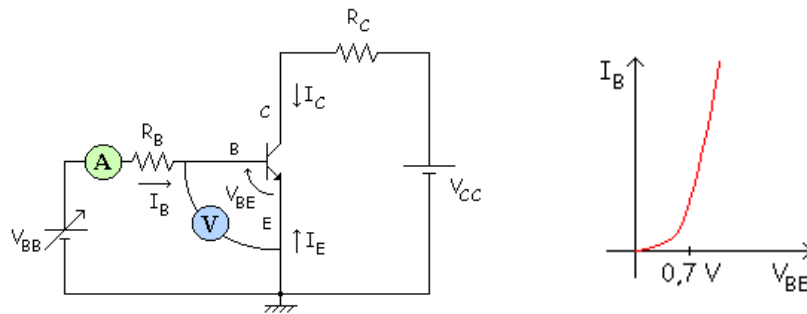

Figura 01. Circuito para hallar la curva característica de entrada del BJT.
**5.1 Curva característica de entrada del BJT.-** Simular el circuito de la figura 01 en Proteus, armar el circuito en protoboard,  $R_B = 16\text{ k}\Omega$ , y  $R_C = 1\text{ k}\Omega$ .  $V_{BB}$  deberá variar desde 0.2 a 3 Voltios en pasos de 0.2 V,  $V_{CC} = 10\text{V}$ . Para cada paso, se deberá anotar los valores de  $I_B$  y  $V_{BE}$ .